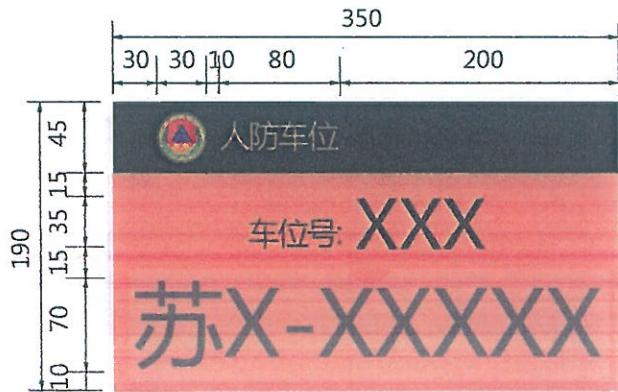
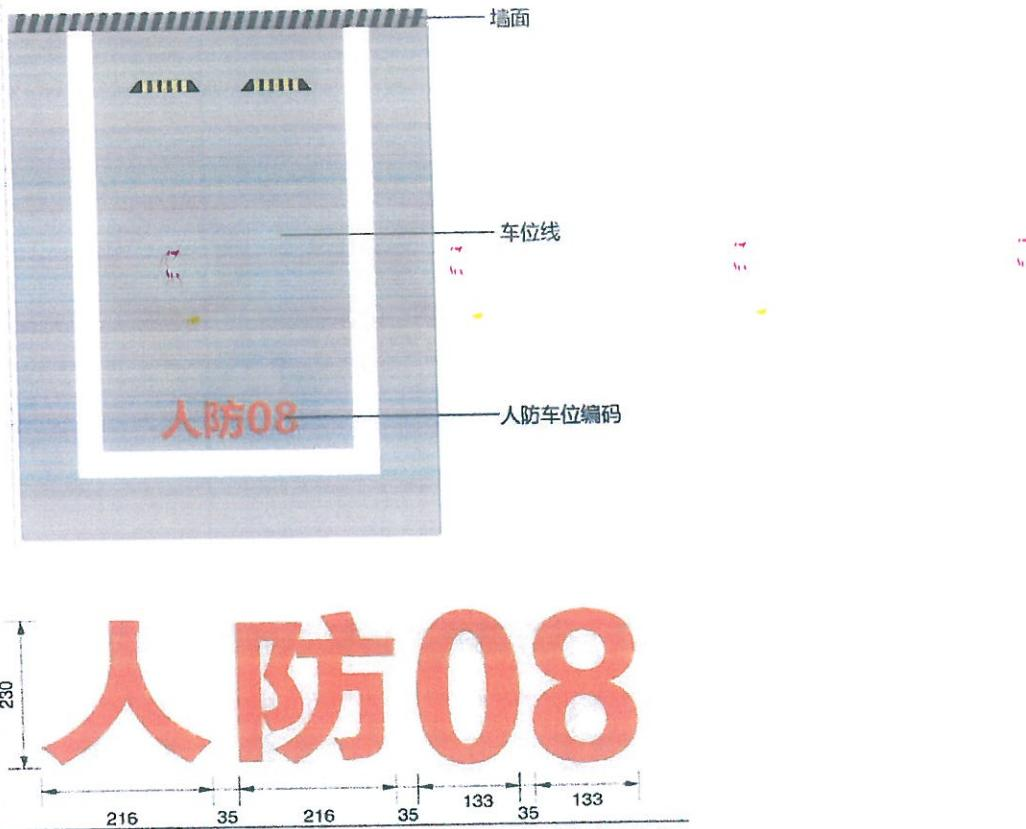

图 18 悬挂式车位标识样式及尺寸示例
图 19 喷涂式车位标识样式及尺寸示例
3.15 应配建区机动车位应在车位上方悬挂车位标识牌，如因条件限制无法悬挂，可采用在车位内喷涂“人防”字样标识的方式。悬挂方式的车位标识样式及尺寸示例见图 18，材质为亚克力板，厚度为 10 mm，背丝印，正面设置透明亚克力插槽，插槽厚 2 mm。喷涂方式的车位标识样式及尺寸示例见图 19，车位编码采用常温冷漆标线，涂料漆膜厚度 0.12~0.15 mm，耐日晒温差，不变色。